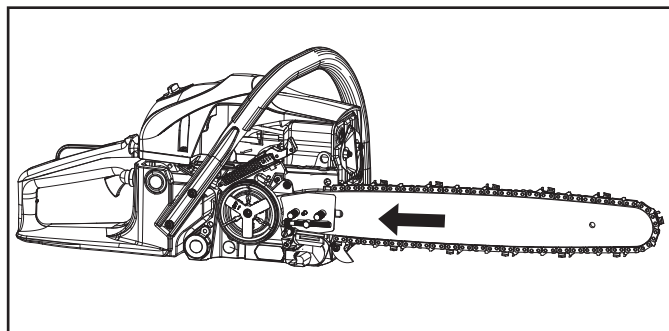

Figure 30
5. Faites glisser le guide vers le moteur pour détacher la chaîne (Fig. 30).